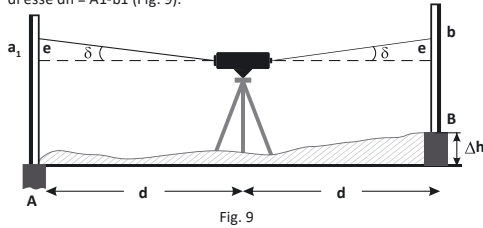

Fig. 9
a) Installare le due guide A e B a una distanza di 50 m l'una dall'altra. Posizionare il dispositivo nel mezzo tra di loro. Livellare il dispositivo e prendere il conteggio di guide A e B rispettivamente. Superamento tra di esse $\Delta h = A1 - b1$ (Fig. 9).